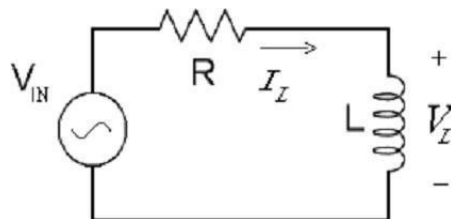

Figura 11.2: Circuito RL série.
A Figura 11.2 apresenta um circuito RL série alimentado por uma fonte de tensão senoidal. Considere que  $R = 100\Omega$ ,  $L = 1,5\text{mH}$  e  $V_{IN} = 4V_{PP}$ , com frequências de 1, 2, 5, 10, 15, 20 e 25kHz.
1. Monte o circuito RL conforme a Figura 11.2, utilizando  $R = 100\Omega$ ,  $L = 1,5\text{mH}$ . Aplique uma onda senoidal com amplitude de  $4V_{PP}$  nas seguintes frequências: 1kHz, 2kHz, 5kHz, 10kHz, 15kHz, 20kHz e 25kHz.